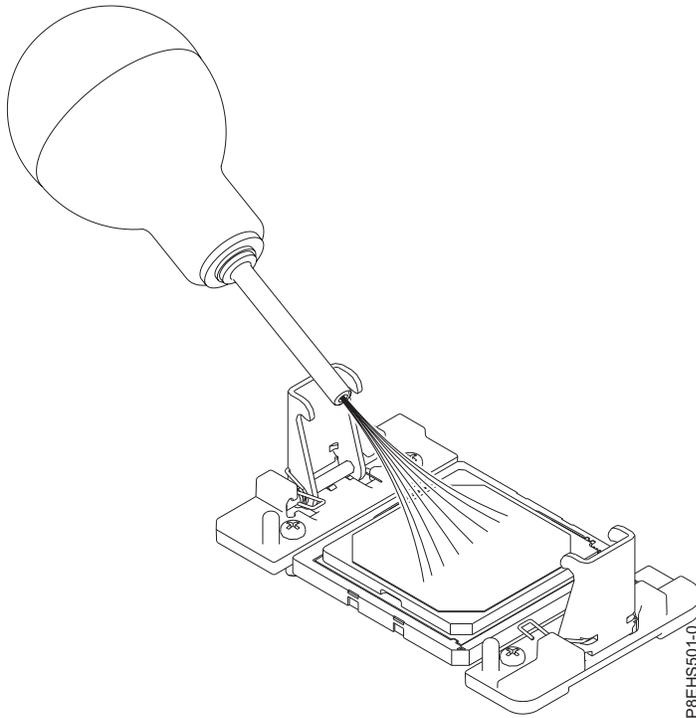

Figura 71. Removendo poeira e fragmentos da área do módulo de processador do sistema
- a. Se houver poeira ou fragmentos, use a bomba de ar fornecida (número da peça 45D2645) para limpar a área do módulo de processador do sistema. Sopre pequenas rajadas de ar do centro para os lados do módulo de processador do sistema, conforme mostrado em Figura 71 na página 73. Se a sua bomba de ar não estiver montada conforme mostrado em Figura 71 na página 73, prenda a ponta no bulbo.